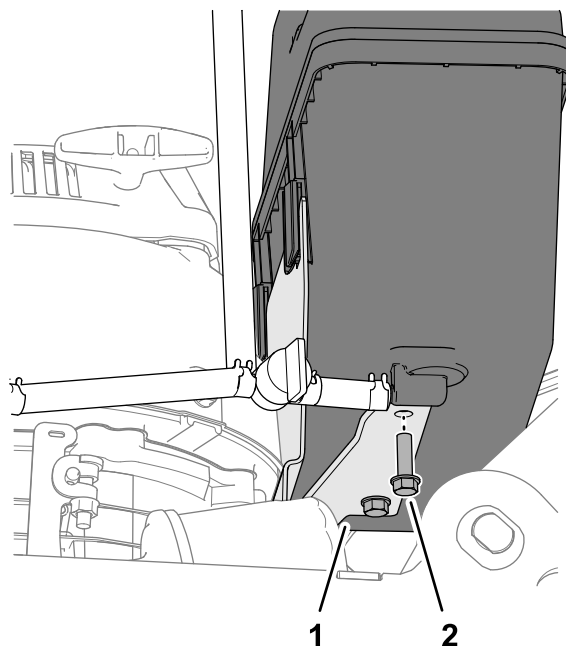

Figure 40
2. Fixez le réservoir sur la bride du support à l'aide des 2 boulons à embase (Figure 40).